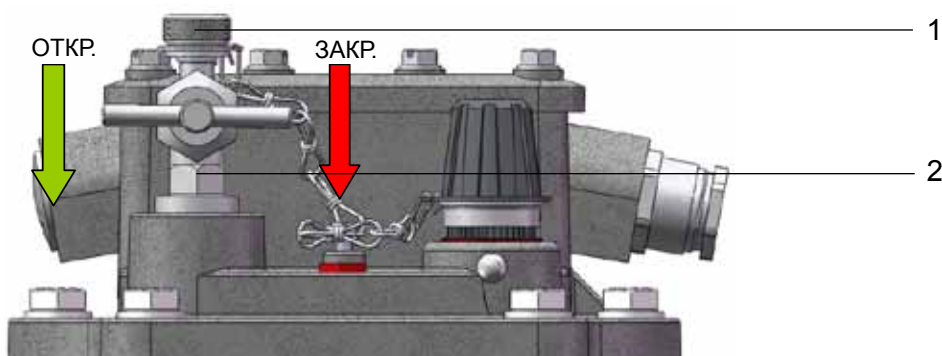

Рис. 4 - Воздушный клапан
- Отвинтить малую колпачковую гайку (Рис. 4/ № 1) с воздушного клапана (Рис. 4/ № 2).